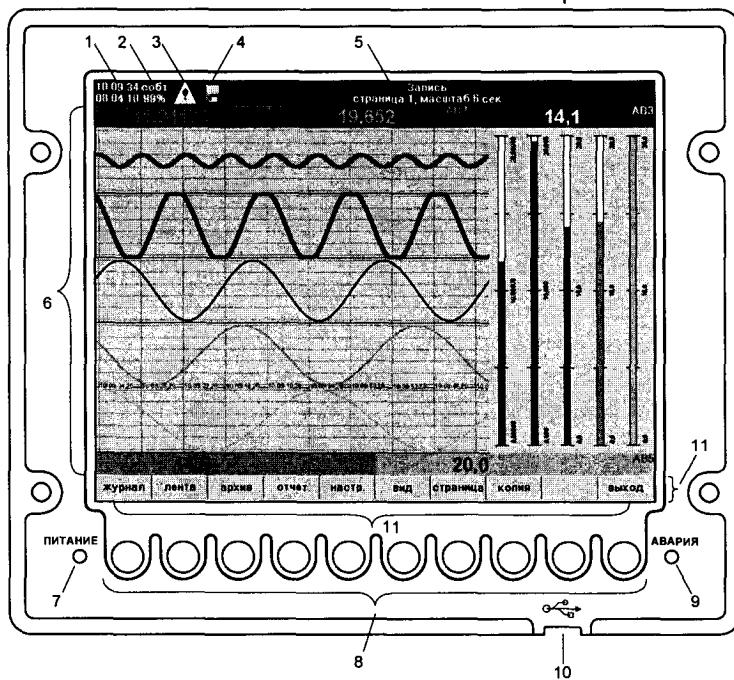

Рисунок 2.1 Интерфейс регистратора в режиме измерения
Регистратор имеет 10 сенсорных клавиш со светодиодной индикацией, расположенных в нижней части лицевой панели (см. рис. 2.1). Функции клавиш определяются режимом, в котором находится регистратор. Назначение каждой клавиши отображается на экране над соответствующей клавишей. Для увеличения размера рабочей области в режиме «Запись» имеется возможность скрыть подписи клавиш. Для этого в режиме «Запись» следует нажать клавишу **Выход**. Чтобы показать подписи следует нажать любую из 10 клавиш регистра.
- Текущее время и дата (см. рис. 2.1, поз. 1).
- Индикатор состояния памяти журнала событий (см. рис. 2.1, поз. 2). На индикаторе отображается количество свободной памяти для неподтвержденных событий в процентах от максимального размера журнала событий (750 записей). Для того, чтобы освободить память, нужно войти в режим просмотра журнала событий и нажать клавишу *Подтверж-*
- Индикатор состояния аварийной сигнализации (см. рис. 2.1, поз. 3). Индикатор имеет следующие состояния:
- Индикатор текущего режима работы регистратора (см. рис. 2.1, поз. 5). На данном индикаторе выводится название текущего режима и другая дополнительная информация.
- Рабочее поле (см. рис. 2.1, поз. 6). В зависимости от режима работы регистратора на данном участке экрана отображается информация о текущих или архивных измерениях и настройках регистратора.
- Функциональное обозначение клавиш регистратора (см. рис. 2.1, поз. 11).
- Разъем для подключения USB-Flash карты (см. рис. 2.1, поз. 10). В случае если в разъем вставлена USB-Flash карта, то на экране регистратора (см. рис. 2.1, поз. 4) отображается пиктограмма в виде дискеты.
Для удобства пользования регистратором предусмотрена функция «Запись по событию». Для активации данной функции следует в меню «Общие настройки» установить параметр «Запись данных» значение «По событию». После этого регистратор переходит в режим ожидания события. В этом режиме производится измерение сигналов, однако не производится запись их значений во внутреннюю память. При этом на индикатор текущего режима работы регистратора (см. рис. 2.1, поз. 4) выводится сообщение «Измерение (ожидание события)». Также следует установить действие «Запись» для какой либо уставки (действие можно установить для аналоговых, дискретных или частотно-импульсных входов, сумматоров, расписания). Следует отметить, что поскольку запись данных в этом режиме не ведется, то просмотреть архивные данные за этот период невозможно.